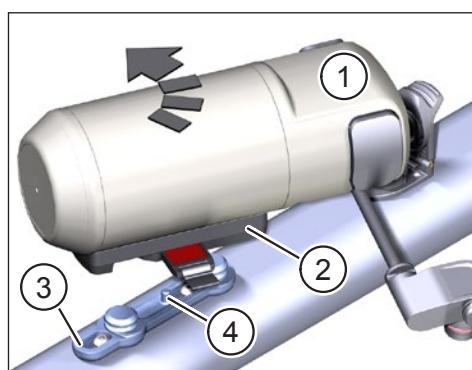

Fig. 4: Gebruik range extender
- ▶ Plaats de Range Extender (Pos. 1 in Fig. 4) met de bevestigde FIDLOCK® Force Connector (Pos. 2 in Fig. 4) diagonaal op de FIDLOCK® Bike Base (Pos. 3 in Fig. 4). De pen (Pos. 4 in Fig. 4) op de FIDLOCK® Bike Base moet in de overeenkomstige houder van de FIDLOCK® Force Connector schuiven wanneer deze wordt aangebracht. De magneten ondersteunen u bij het aanbrengen en de range extender zou automatisch op zijn plaats moeten klikken met een hoorbare klik.